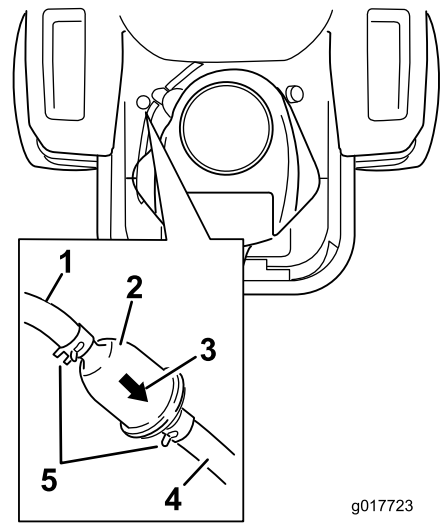

Figura 44
4. Levante el asiento y localice los filtros de combustible, según se muestra en Figura 44.
7. Instale un filtro nuevo – la flecha que indica el sentido de flujo debe apuntar hacia el motor. Acerque las abrazaderas al filtro (Figura 44) para sujetarlo.